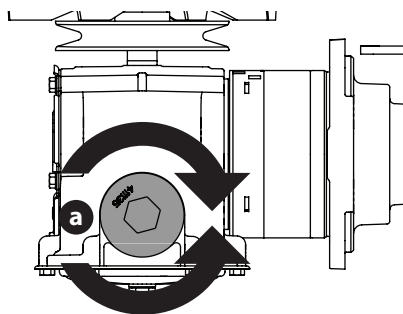

Figura 48
2. Coloque un recipiente adecuado debajo del tapón de drenaje (a) que está sobre la transmisión. Quite el tapón de drenaje (a) y deje drenar el aceite de la transmisión (Figura 48).